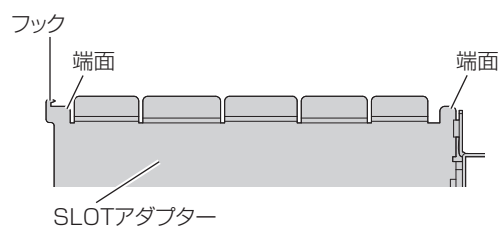

図 2
2) ファンクションボードを SLOT アダプターに取り付ける (図 2)